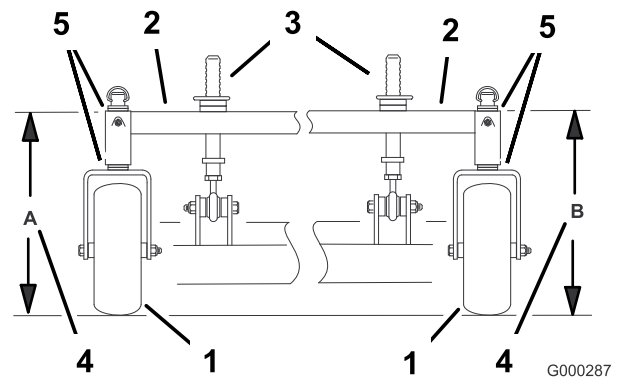

Figura 55
- Mida la altura del bastidor de tiro en la posición **A** (Figura 55).
- Mida la altura del bastidor de tiro en la posición **B** (Figura 55).